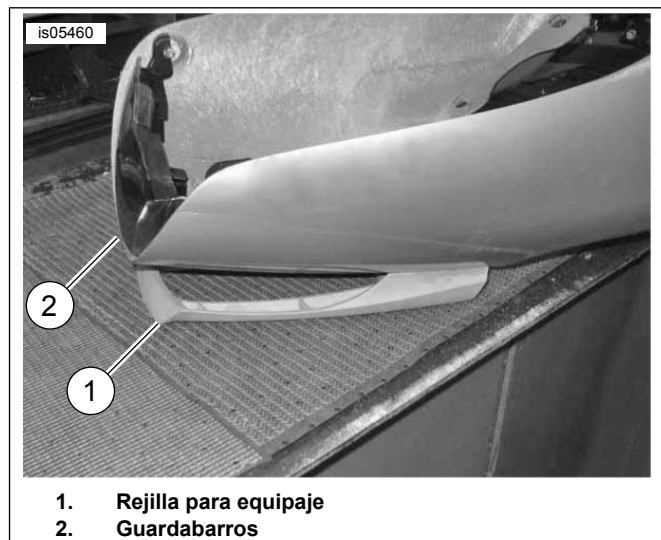

Figura 3. Alineación de la rejilla para equipaje y el guardabarros
6. Vea Figura 3. Coloque la rejilla para equipaje (1) al revés sobre el banco de trabajo y alinee los agujeros de la rejilla para equipaje con los agujeros del guardabarros (2).